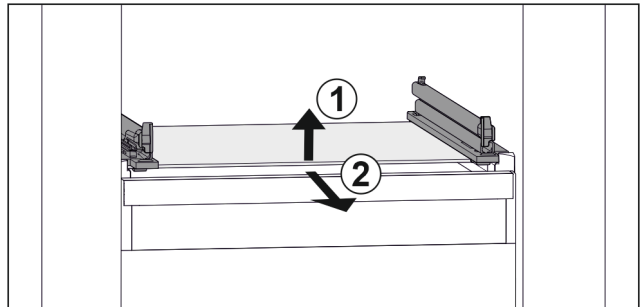

Fig. 38 Exemple de représentation de la tablette en verre
- Soulever la tablette en verre par l'avant. Fig. 38 (1)
- Retirer la tablette en verre par l'avant. Fig. 38 (2)